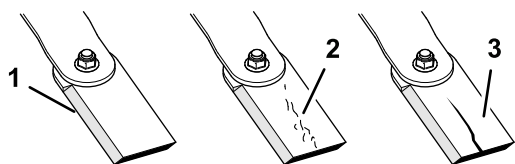

Figura 34
1. Inspeccione as extremidades de corte (Figura 34).
4. Se notar alguma racha ou desgaste, instale imediatamente uma nova lâmina (Figura 34).